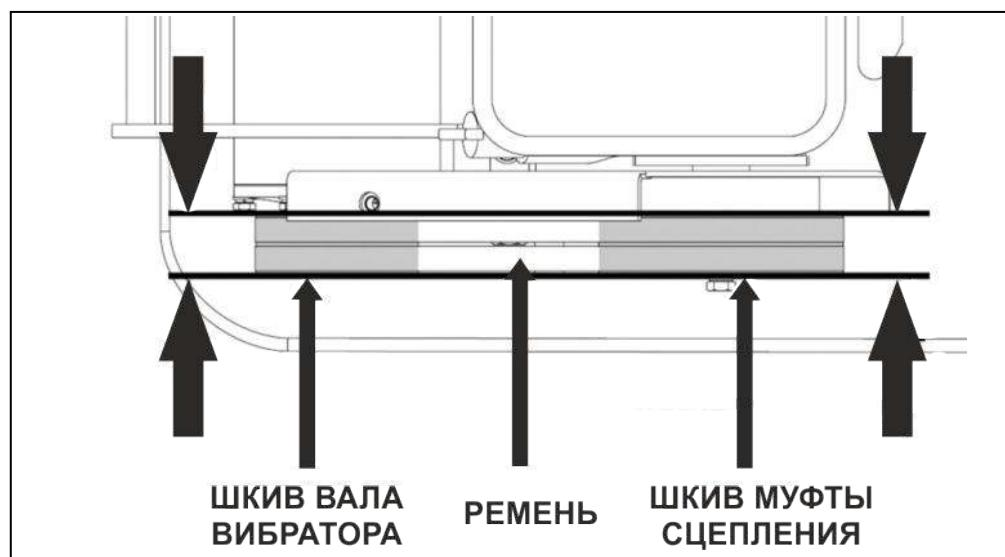

Рис. 24. Проверка плоскости шкивов и ремней.
5. Убедитесь, что ремни и шкивы вала вибратора и муфты сцепления находятся в одной плоскости (Рис. 24).
7. Сдвинуть двигатель в сторону от вибратора, проверить натяжение ремней. При этом нужно контролировать, чтобы ремни и шкивы вала вибратора и муфты сцепления были в одной плоскости (Рис. 24).